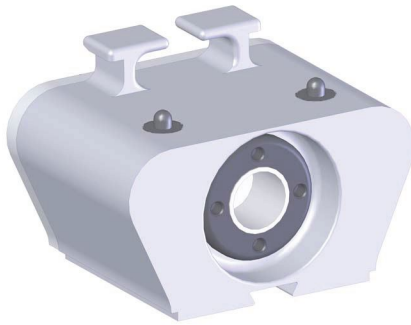

图 2-9 编码器的接合件
- 一个连接 LEM O6 针连接器的编码器接合件 (参见第 30 页的图 2-9)